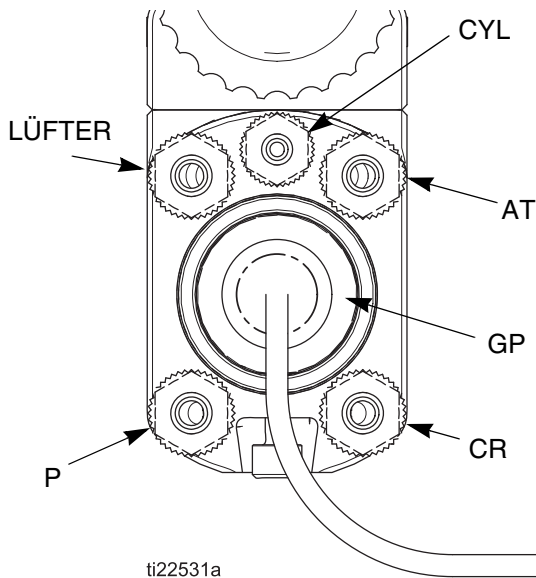

ABB. 13. Verteileranschlüsse
- a. Siehe **Erdung**, Seite 23. Eine Materialhalterung (F) hinter der Pistole an einer Stelle installieren, die von einem Graco Materialrohr mit einer maximalen Länge von 2,4 m (8 ft) erreicht werden kann. Ein Erdungskabel fest an der Halterung anschließen und das andere Ende mit einem guten Erdungspunkt verbinden.
- c. Ein von Graco geliefertes Materialrohr von der Materialhalterung am Materialeinlass der Pistole (P) anschließen. Siehe ABB. 13, Seite 18. Bei Verwendung einer Zirkulationsleitung ein von Graco geliefertes Materialrohr von der Materialhalterung am Zirkulationsanschluss (CR) der Pistole anschließen.